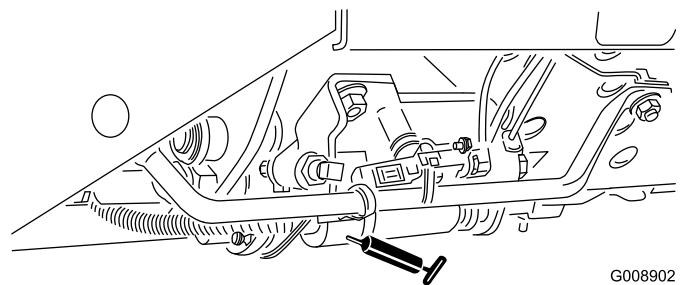

Figure 45
- Sélecteur de tonte/transport (Figure 45)